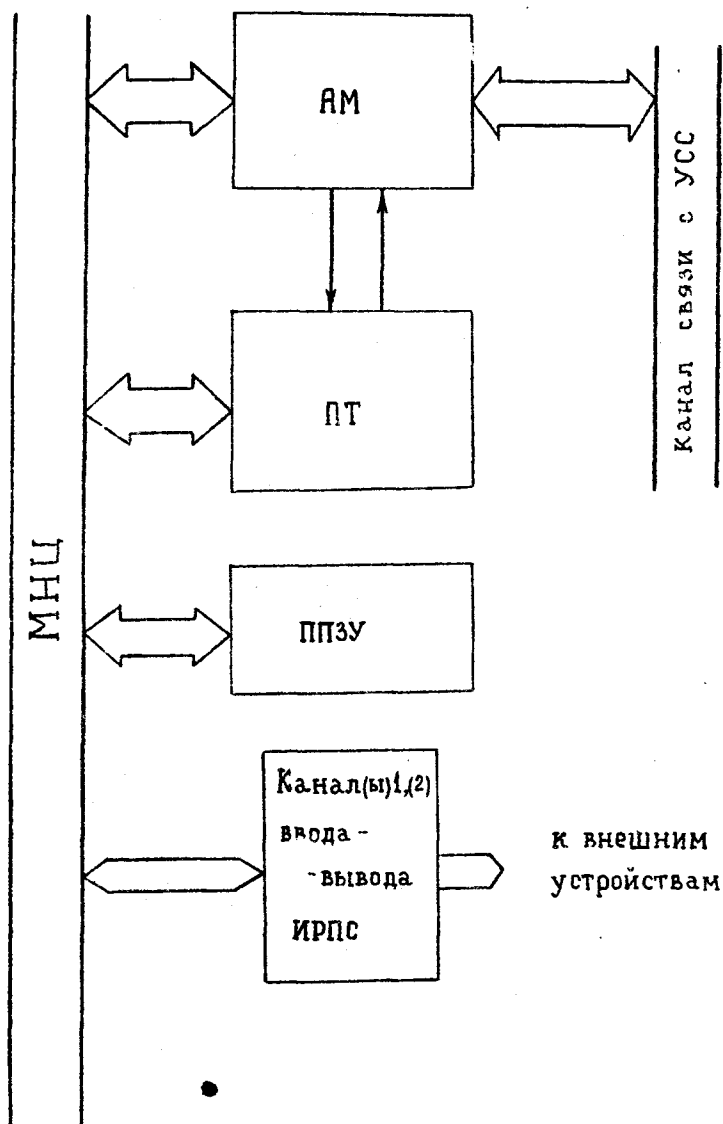

рис.1 Блок-схема АМТ
3.1. В состав ячеек АМТ-01 и АМТ-02 входят следующие функциональные узлы (рис.1):